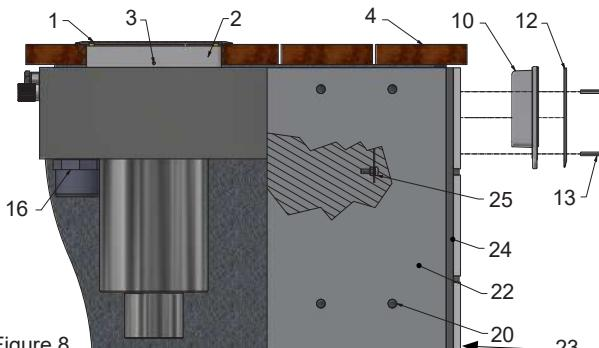
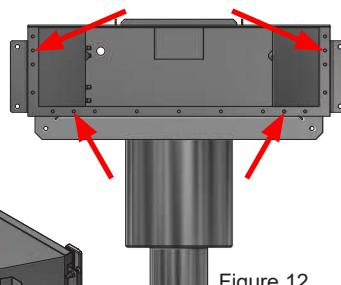

Figure 8.
Figure 12.
- Installez un revêtement mural (fixe, carrelage, mosaïque, etc.). Assurez-vous que les trous de montage (conformément à la figure 12) du cadre de montage sont dégagés afin que l'ossature de fixation puisse être monté ultérieurement.
- Installez la trappe à rabat (17) et vérifiez qu'elle est correctement en place tout en restant mobile.
- Installez l'ossature de fixation (10) et la partie avant (12) fixez-les avec les vis fournies (4 x M5 x 40), voir figure 8.
- Le tuyau de vidange (14) doit être collé au manchon (15) avec de la colle PVC appropriée et monté dans le déversoir avec le joint et le mamelon fournis (16). Raccordez les raccords de tuyauterie au trop-plein.